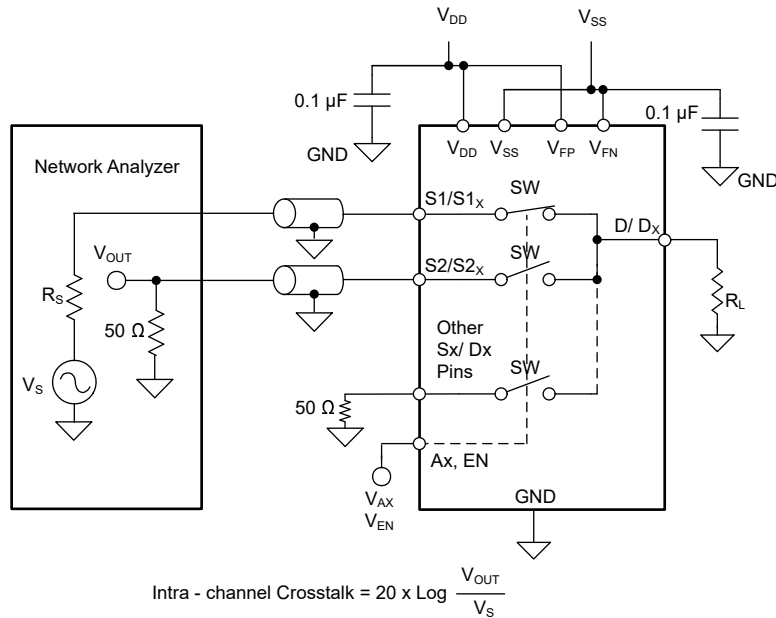

图 8-15. 通道内串扰测量设置
1. 通道内串扰 ( $X_{TALK(INTRA)}$ )：图 8-15 展示了当信号施加在同一通道中导通开关输入的源极引脚时，关断开关输入的源极引脚 ( $S_x$ ) 上的电压。